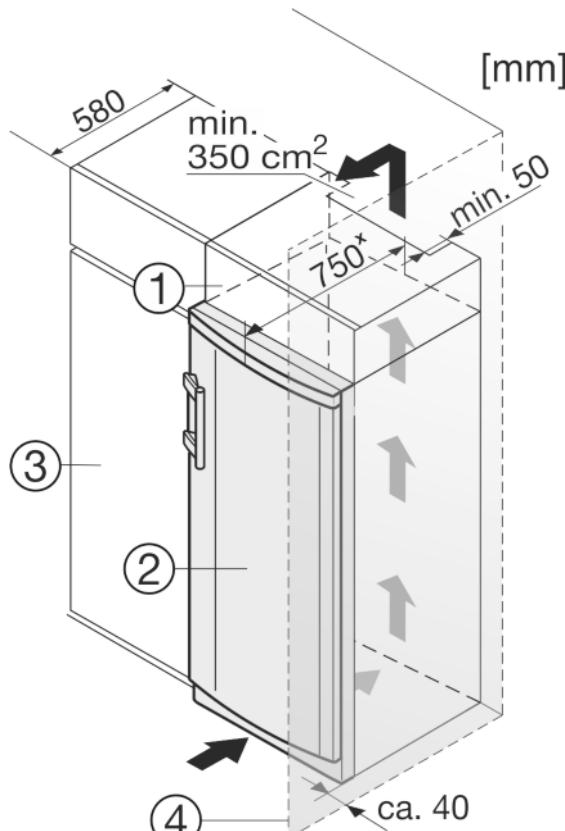

Fig. 9
(1) Дополнительный шкафчик
(2) Устройство
(3) Кухонный шкаф
(4) Стенка
Устройство может быть окружено предметами кухонной обстановки. Чтобы уравнять устройство Fig. 9 (2) по высоте с кухонной стенкой, можно установить над устройством соответствующий дополнительный шкафчик Fig. 9 (1).
Если устройство установлено на шарнирах у стены Fig. 9 (4), то расстояние между устройством и стеной должно быть не менее 40 мм. Настолько выступает ручка при открытой дверце.